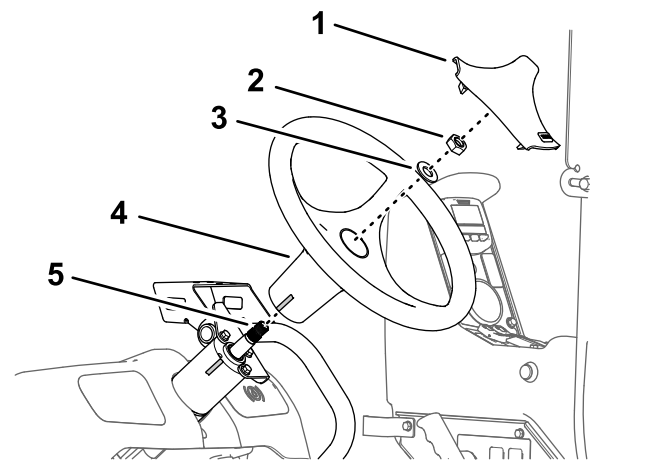

Figura 165
1. Alinee la cinta del volante con la cinta del alojamiento de la válvula de dirección (Figura 165).
2. Monte el volante sobre el eje de la válvula de dirección (Figura 165) con la arandela (5/8") y la tuerca (5/8") que retiró en el paso 3 de Retirada del volante (página 78).